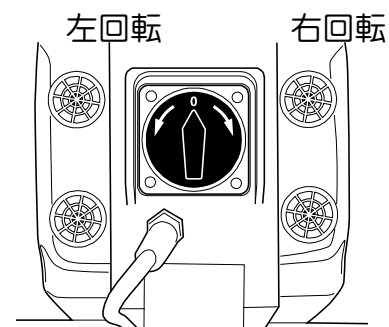

図 11
- ⑤詰まり物の除去は、右回転（正転）で行います。（図 11）